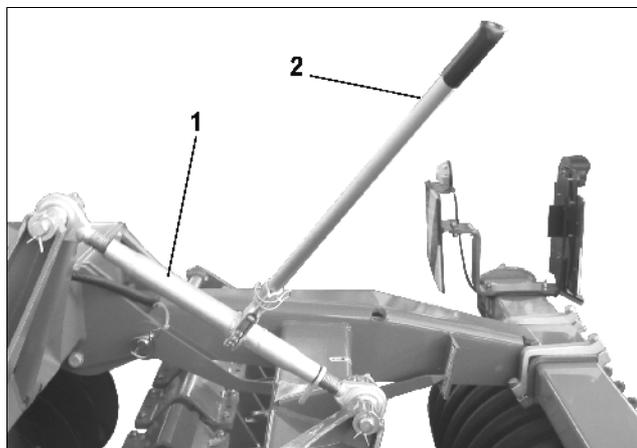

Fig. 15
- Dybdeinnstillingen skjer ved å dreie innstillingsspindelen (Fig. 15/1) med håndspaken (Fig. 15/2).